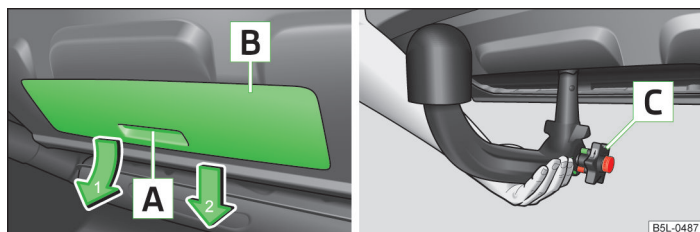

Fig. 128 Togliere il cappuccio del paraurti posteriore / inserire la testa sferica
- Afferrare il cappuccio del paraurti posteriore » fig. 128 sull'impugnatura , sganciarlo in direzione della freccia 1 e rimuoverlo in direzione della freccia 2.
- Afferrare la testa sferica **dal basso** » fig. 128 e inserirla nel pozzetto di alloggiamento sino a quando emetterà un clic udibile.»
La manopola » fig. 128 ruota **automaticamente** all'indietro e poggia sulla testa sferica » .